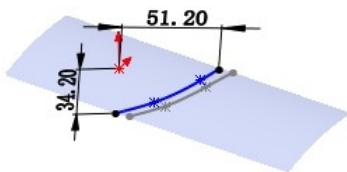

图 5.12.6 3D 草图 2
Step5. 创建图 5.12.6 所示的 3D 草图 2。选择下拉菜单 **插入(I)**  **3D 草图** 命令；在曲面-等距 1 的表面上绘制图 5.12.6 所示的草图（使用  **曲线上的样条曲线(F)** 命令）；选择下拉菜单 **插入(I)**  **退出草图** 命令，退出草图设计环境。